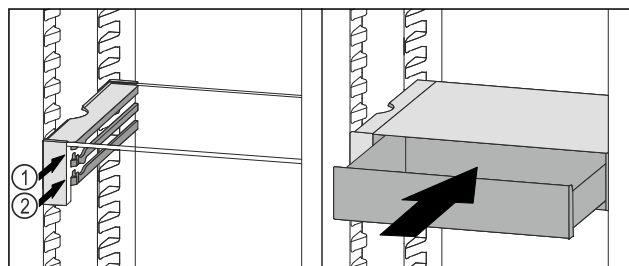

Fig. 90
- 将 VarioSafe 抽屉放置在所需肋梁 Fig. 90 (1) 或 Fig. 90 (2) 上的止动器后面。